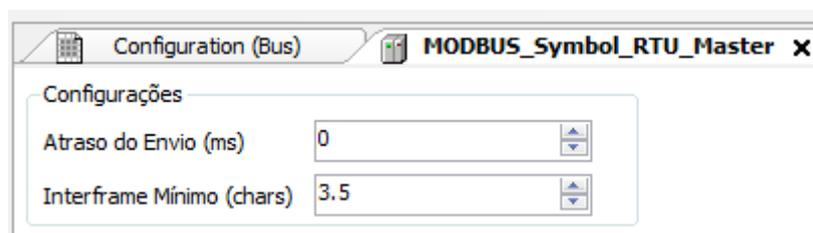

Figura 69: Tela de Configuração Parâmetros Gerais MODBUS RTU Mestre
- Configurar os parâmetros gerais do protocolo MODBUS Mestre, como: tempos de atraso de envio e interframe mínimo como na Figura 69.